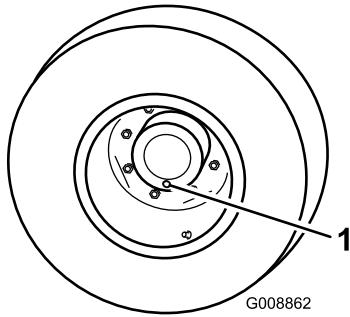

Figura 43
1. Coloque a máquina numa superfície nivelada e posicione a roda de forma a que o tampão de verificação/escoamento (Figura 43) se encontre na sua posição de seis horas.